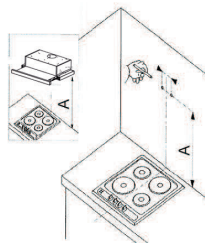

Рис. 6
- Приложите корпус вытяжки к стене (рис. 6), сохраняя минимальное 75 см для газовых и 65 см для электрических плит между нижним краем вытяжки и поверхностью для приготовления пищи на плите (рис. 4).